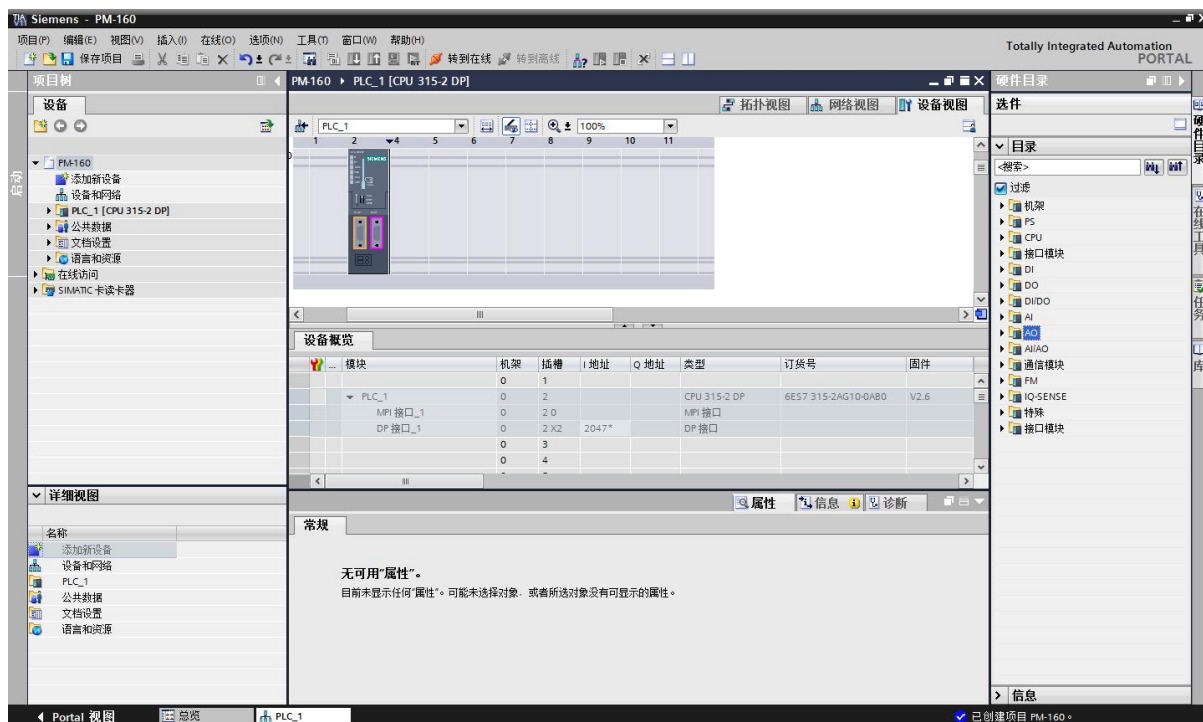

图 4 CPU 在硬件组态界面的显示
1.2 创建完成后点击“组态设备”，进入新的界面后点击左侧添加新设备，如图 2 所示；在设备选择菜单中选择 PLC 设备型号，以 S7-300 为例，设定 CPU 的类型，选择对应的订货号，PLC > SIMATIC S7 -300 > CPU > CPU 315-2DP > 6ES7 315-2AG10-0AB，如图 3 所示；点击右下角“添加”，CPU 在硬件组态设备视图界面如图 4 所示：